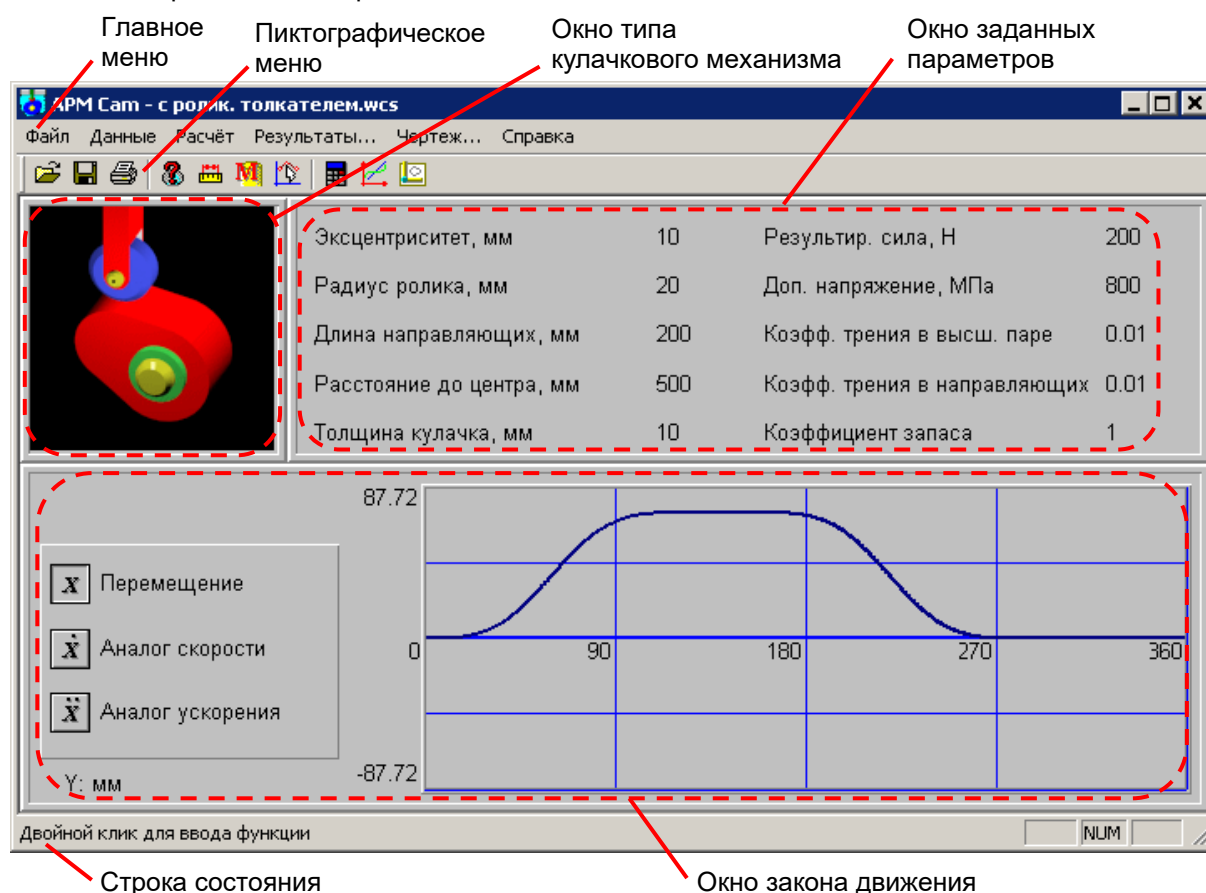

Рис. 2.1 Общий вид системы APM Cam.
Окно *Тип кулачкового механизма* расположено в левой верхней части экрана (рис. 2.1). В этом окне отображается пиктограмма кулачкового механизма, который рассчитывается в данный момент. Двойной щелчок в этом окне вызывает окно выбора типа кулачкового механизма. Если тип не выбран, то центр окна занимает надпись: «Тип кулачка не выбран».
Это окно (рис. 2.1) используется для отображения заданных геометрических и физических параметров текущего кулачкового механизма. Содержание данного окна зависит от выбранного ранее типа кулачкового механизма. Двойной щелчок по геометрическим (слева) или физическим (справа) параметрам вызывает соответствующее диалоговое окно для ввода (редактирования) параметров.
Строка состояния отображает текущую справочную информацию (рис. 2.1).
- дважды щелкнуть мышкой в окне «Тип кулачкового механизма» (рис. 2.1). Если тип ранее не выбран, в данном окне выводится соответствующее предупреждение;
- дважды щелкнуть мышкой по левой части окна «Заданные параметры» (рис. 2.1).
- дважды щелкнуть мышкой по правой части окна «Заданные параметры» (рис. 2.1).
- дважды щелкнуть мышкой по окну «Закон движения» (рис. 2.1).